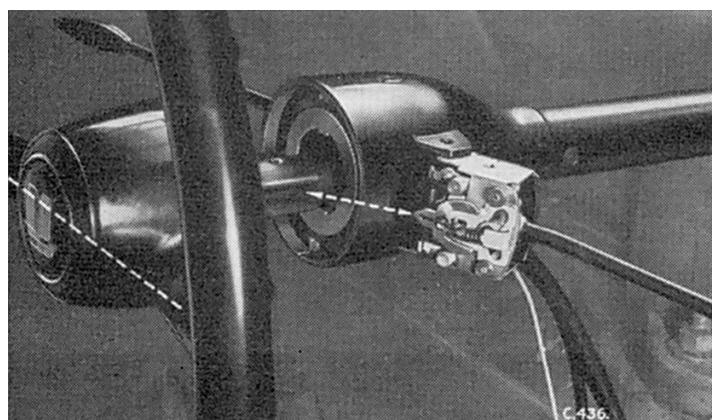
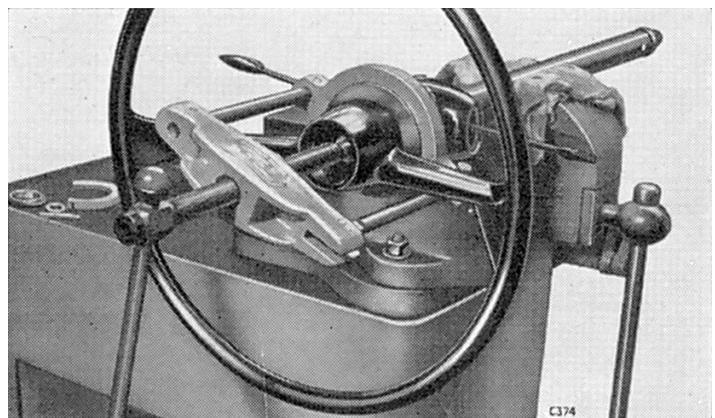

Fig. 24. Dépose des interrupteurs de clignotants et d'éclairage
Fig. 25. Utilisation de l'outil N° S3600 pour la dépose du volant
1. Enlever le guide de câble (51).
2. Enlever le bouton d'avertisseur (63) du moyeu de volant en faisant levier avec un outil approprié, et retirer le balai de contact (61).
3. Enlever les couvercles des interrupteurs et détacher chaque interrupteur de la colonne (Fig. 24).
4. Enlever les boulons (35), les rondelles Grower (36) et détacher les moitiés du collier anti-chocs (37) et (24). Retirer la partie inférieure de la colonne (9) vers le bas et détacher la rondelle en nylon (38). Enlever la partie supérieure de la colonne intérieure (39) avec le volant (59) en les retirant vers le haut.
5. Tenir la colonne (39) dans un étau dont les mâchoires ont été protégées, et enlever l'écrou (62) et l'attache (60). Employer un outil extracteur comme indiqué Fig. 25 pour retirer le volant de la colonne.